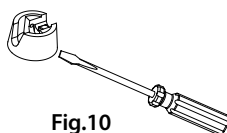

Fig.10
2. Per rimuovere il coperchio verde dal fusto Heineken, è necessario un cacciavite (fig. 10).